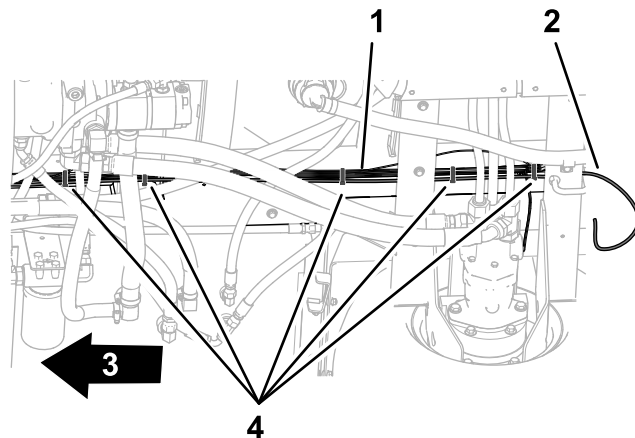

Figura 93
1. Enrute el tubo del sensor de presión del indicador del salpicadero junto al arnés de cables trasero (Figura 93).